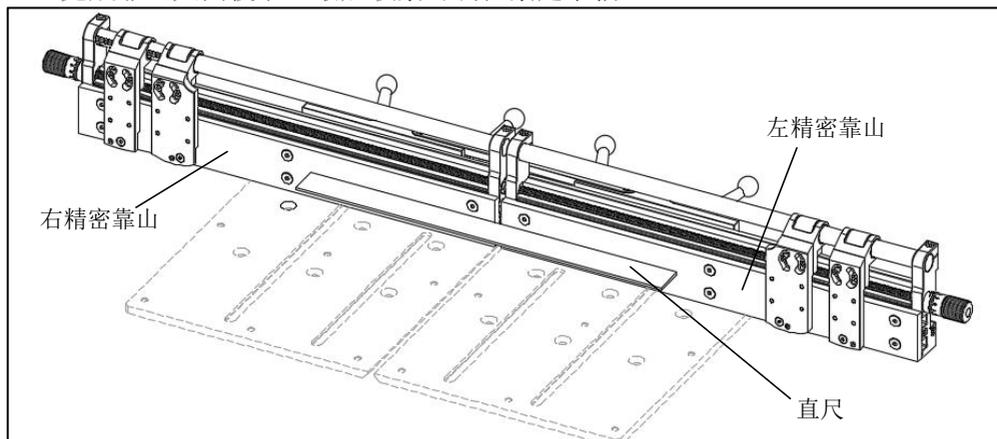

图 3
- 如图 3 所示，使用直尺校准精密靠山，检查左右精密靠山是否共面，若不共面，拧松靠山连接板固定螺丝，轻微移动靠山，使左右精密靠山保持共面，然后拧紧螺丝，完成靠山共面校准。最后锁紧可调位紧定手柄。